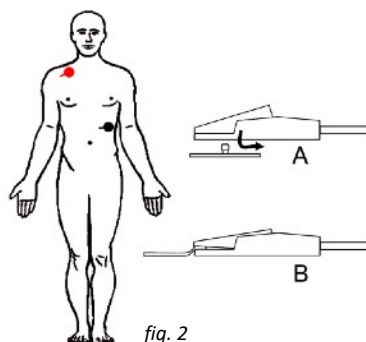

fig. 2
- G. Connettere i coccodrilli del cavo paziente ai rispettivi elettrodi secondo la loro tipologia (tipo A oppure tipo B, vedi fig. 2)